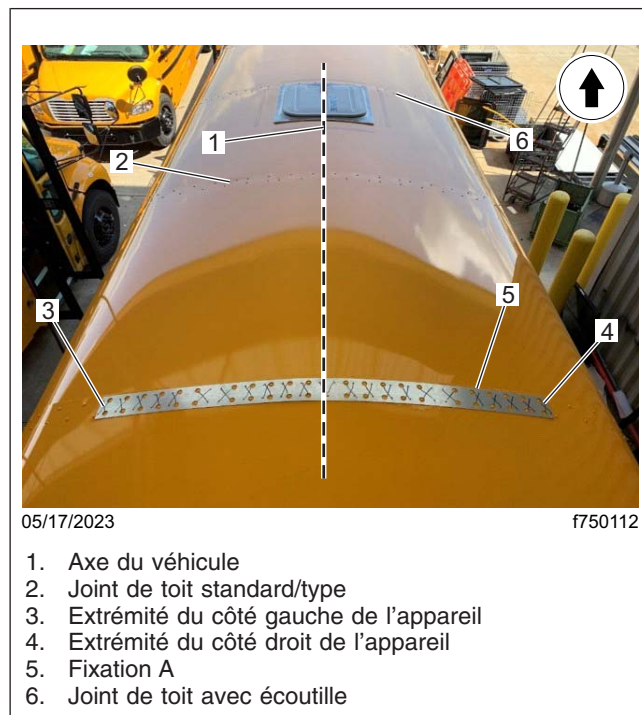

Fig. 8, Réparation standard des joints
11. Pour réparer le joint de toit standard, placer le luminaire A sur le rivet central du joint de toit du véhicule, comme il est indiqué dans **Fig. 8**.